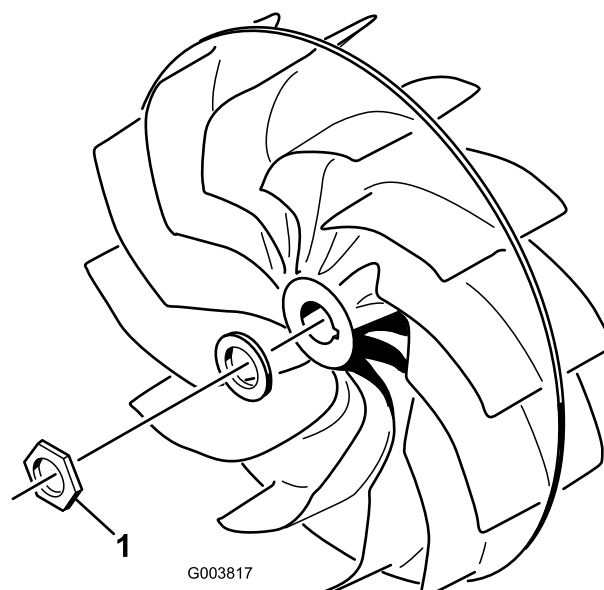

Figura 16
- A porca de montagem da ventoinha (Figura 16) deve ser apertada a 677 N-m.